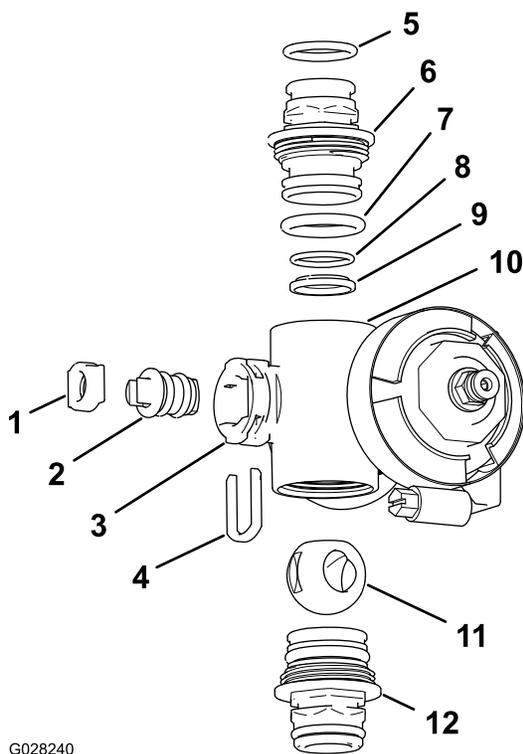

Figure 109
2. Déposez les raccord d'embout et le raccord rapide à chaque extrémité du collecteur (Figure 108 et Figure 109).
4. Déposez le dispositif de retenue de la tige situé dans les fentes de l'orifice de tige du collecteur (Figure 108 et Figure 109).
5. Déposez du collecteur le dispositif de retenue de la tige et le siège de la tige (Figure 108 et Figure 109).
6. En passant par le corps du collecteur, déposez la tige de vanne (Figure 108 et Figure 109).
1. Vérifiez l'état et l'usure des joints toriques de raccord de sortie (**collecteur de vanne de section seulement**), des joints toriques d'embout, des joints toriques de portée arrière, et du siège la de bille (Figure 108 et Figure 109).
2. Appliquez de la graisse sur la tige et insérez cette dernière dans son siège (Figure 108 et Figure 109).
3. Placez la tige et le siège dans le collecteur et fixez-les à l'aide du dispositif de retenue (Figure 108 et Figure 109).
4. Vérifiez que le joint torique de portée arrière et le siège de bille sont alignés et bien engagés dans le raccord d'embout (Figure 108 et Figure 109).
5. Montez le raccord d'embout sur le corps du collecteur jusqu'à ce que la bride du raccord touche le corps, puis tournez le raccord d'embout de $\frac{1}{8}$ à $\frac{1}{4}$ de tour supplémentaire (Figure 108 et Figure 109).